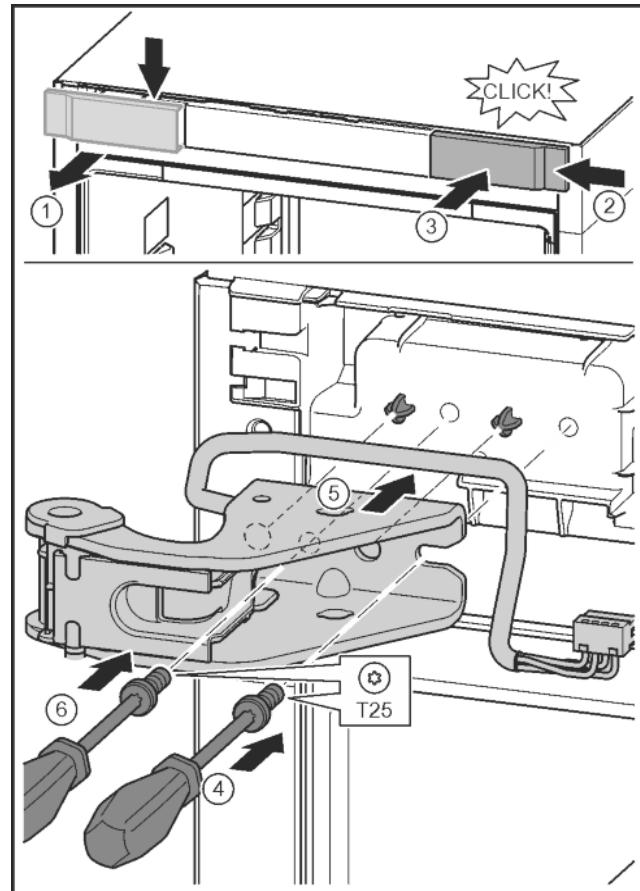

Fig. 31
- Отпустить крышку и снять сбоку. Fig. 31 (1)
- Навесить крышку, повернув ее на 180°, справа с другой стороны. Fig. 31 (2)
- Крышку зафиксировать. Fig. 31 (3)
- Установить винт отверткой T25. Fig. 31 (4)
- Установить верхний опорный кронштейн. Fig. 31 (5)
- Затянуть винт. Fig. 31 (4)
- Вставить и затянуть винт отверткой T25. Fig. 31 (6)